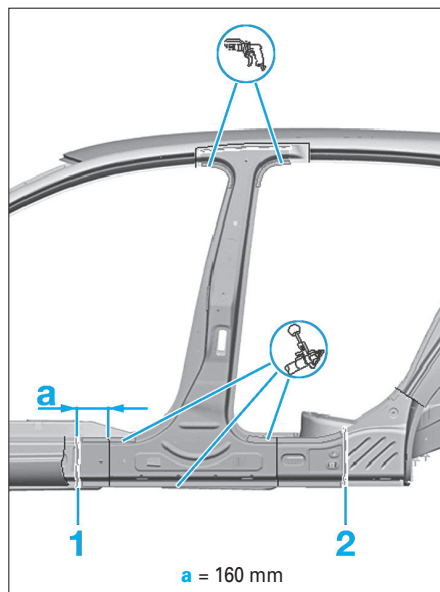

FIG. 76
- Procéder à la découpe (1) conformément à la cote (a) et (2) (derrière la tôle-cloison intérieure) (Fig.76).